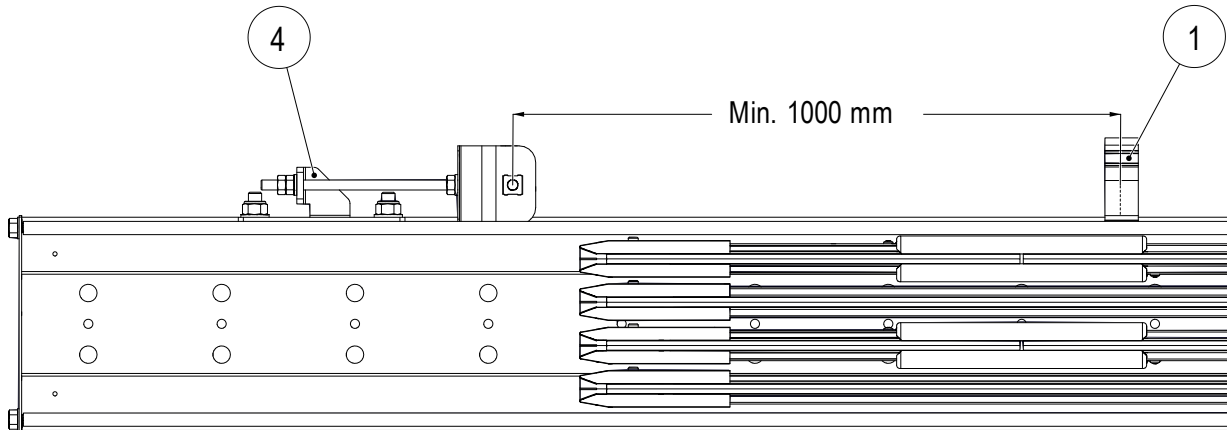

Abb. 46: Abstand Spanneinheit (4) zu Bandhalter (1) beachten
5. Die Spanneinheit (4) am Anfang und am Ende des ProShell-Tragprofils montieren und dabei den Abstand von 1000 mm zum Bandhalter (1) beachten (siehe Abb. 46).